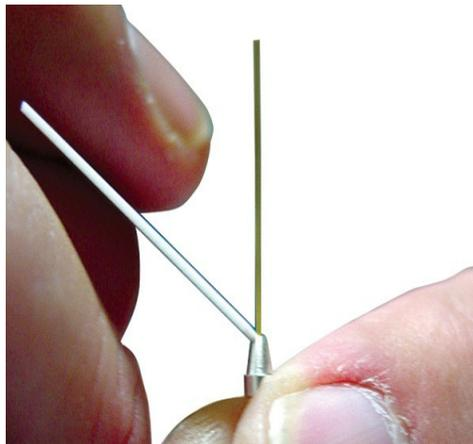

図5 カラムカッターの端
- 3 カラムカッターの鋭利な端を使用して、カラムの端から 2 cm のところに傷を付けます。図 5 を参照してください。